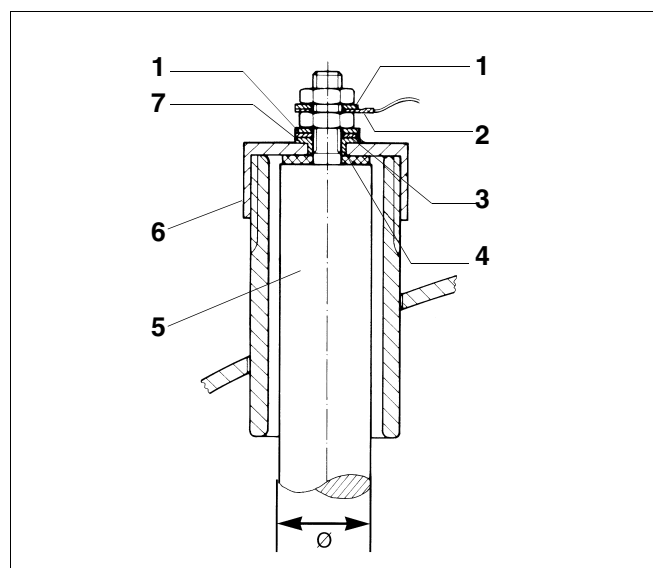

Fig. 13 Anode au magnésium*
- Contrôler l'anode au magnésium (fig. 13, pos. 5).
Légende fig. 13: